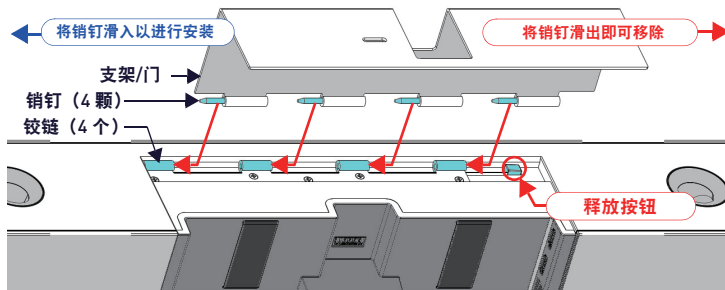

图 3 ACV-2100 底部视图 - 卸下壁挂支架
3. 将壁挂支架从铰链上卸下 (图 3):
2. 通过将支架/门上的销钉滑入主机后部的铰链 (见图 3), 将 ACV-2100 连接到支架上:
注意: 将门压入到位, 使最后一个销钉压下释放按钮, 使销钉滑入铰链中 (见图 3)。